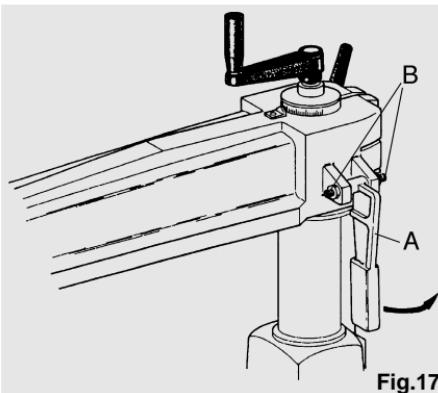

Fig.17
- 3) Ziehen Sie alle Schrauben der Winkeleisen fest. Befestigen Sie jetzt die Arbeitsplatte. Die Holzplatte (18) wie in der Abb.17 angegeben anbringen und mit den angegebenen Schrauben, Scheiben und Muttern befestigen. Anschließend folgende Teile anbringen:
- Vordere Leiste (19) 85 mm breit;
- Anschlagsleiste (20) 60 mm hoch;
- Die zwei Leisten (21) 60 mm breit, hinter der Anschlagsleiste;
- Alles an der Arbeitsplatte durch die Flügelschrauben (22) befestigen.
Wie in Abb.17 gezeigt, den Hebel (A) zwischen den Stiften (B) einfügen. Mit dem endgültigen Festziehen solange warten, bis die lotrechte Stellung zwischen Arm und Anschlagleiste eingestellt wurde.